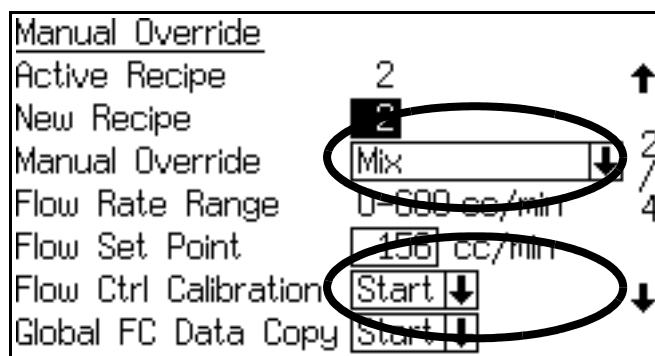

Рис. 97. Экран перехода в ручной режим
4. Перейдите в **Экран перехода в ручной режим** (см. Рис. 97). Задайте для параметра перехода в ручной режим значение "Смешивание", а для калибровки регулятора расхода – "Пуск".